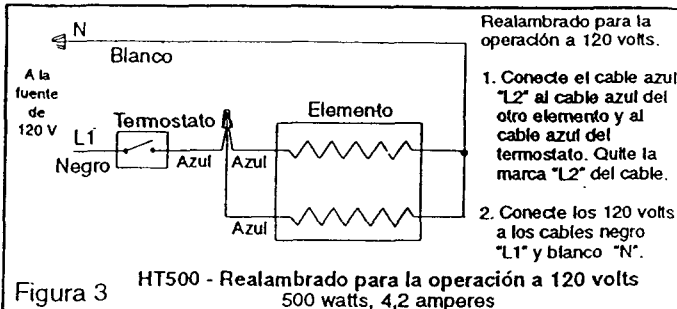

Figura 3
4. Para operar el calentador a 120 volts hay que realambrar el calentador como se ilustra en la figura 3, conectando el cable azul L2 al cable azul del otro elemento y al cable azul del termostato. Quite la marca del cable L2. Conecte los 120 volts al cable negro L1 y al cable blanco N. Consulte la figura 3.